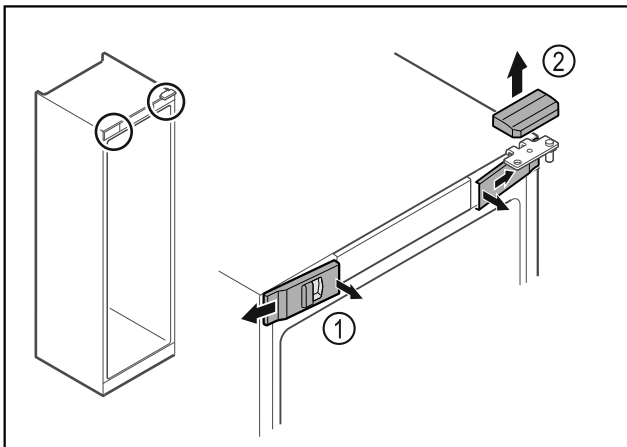

Fig. 18
- ▶ Vidinėje pusėje atfiksukite priekines dengiamąsias plokšteles Fig. 18 (1) ir nuimkite jas į šoną.
- ▶ Nuimkite viršutinę dengiamąją plokštelę Fig. 18 (2) į viršų.